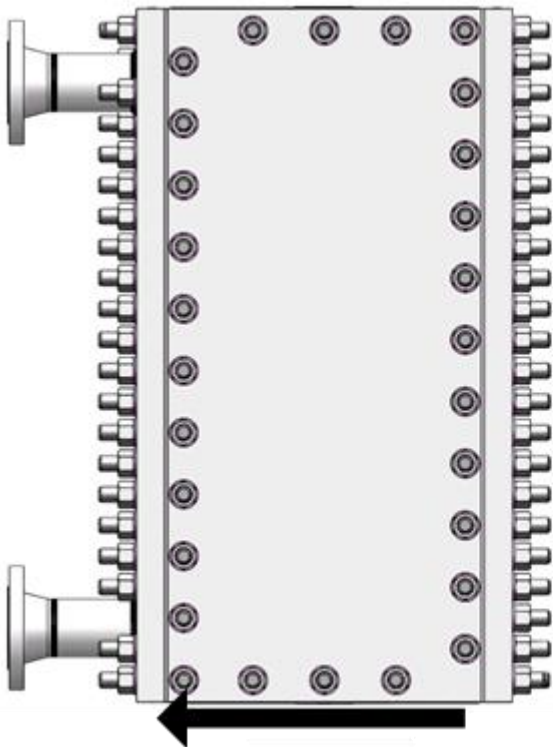

Figure 19
- Pré-serrer tous les écrous en décrivant un cercle en-dessous de l'échangeur avec une clé à chocs (figure 19 & 20).
- Réaliser de même pour le fond inférieur (Figures 19 & 20).